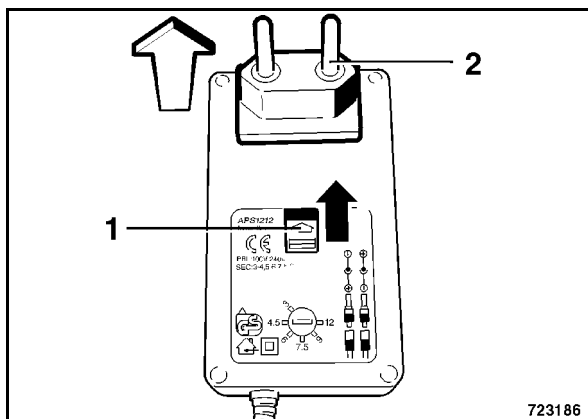

Рис. 71
- Переместить фиксатор (1) (Рис. 71) на блоке питания зарядного устройства аккумуляторной батареи вперед и вынуть вверх вилку (2) из блока питания.